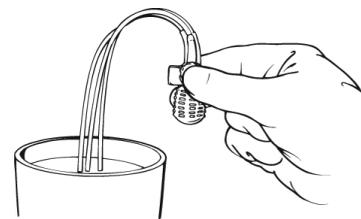

Figura 4-8
2. Mergulhe as extremidades dos três tubos em soro fisiológico esterilizado normal. (figura 4-8)